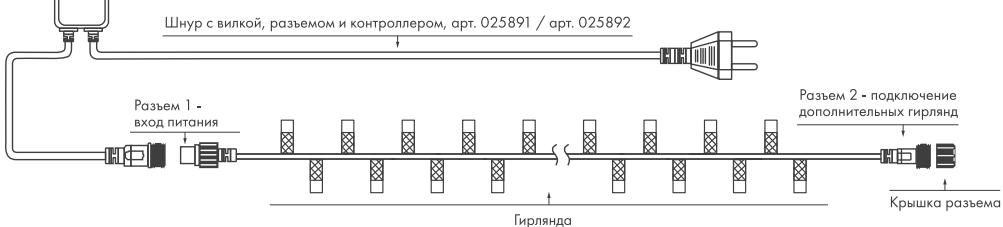

Рисунок 1. Схемы подключения.
**ВНИМАНИЕ!** Для подключения гирлянд к сети AC 230 В необходимо использовать специальный сетевой шнур с преобразователем AC/DC или контроллером при использовании многоцветных гирлянд (поставляются отдельно). Артикулы соответствующих шнурков указаны на схемах. Запрещается подключать гирлянду к сети AC 230 В без данного шнура питания, см. рисунок 1.